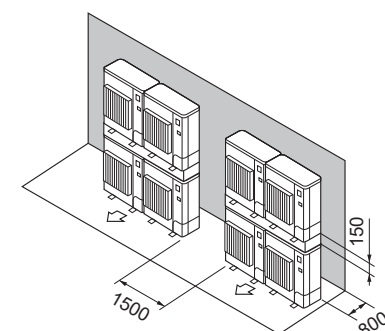

Fig. 2-19
- (7) Uppställning med staplade enheter (Fig. 2-19)